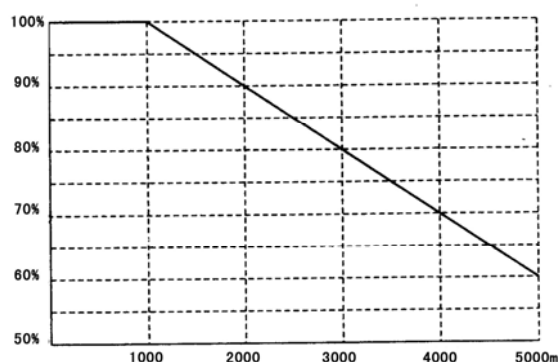

图 2-1 额定输出电流与海拔高度关系图
- (1) 不要安装在多导电尘埃、金属粉末、腐蚀性、爆炸性气体的场所；
- (2) 使用温度：-10~45℃；
- (3) 湿度：20%~90%RH，无水珠凝结；
- (4) 海拔高度：在海拔高度超过 1000 米的地区，由于空气稀薄造成调压器散热效果变差，按 GB/T3859.2-93 标准要求有必要降额使用，额定电流与海拔高度的关系如图 2-1 所示。